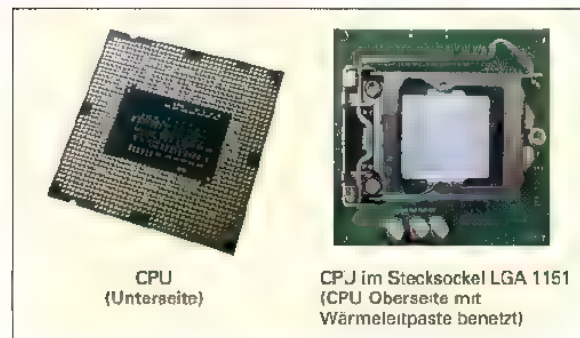
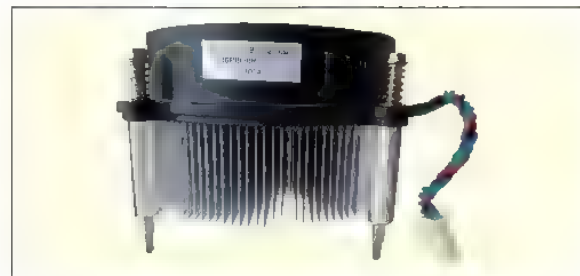

Bild 1: Mikroprozessor (CPU)
Bild 2: Kühler für Mikroprozessor
Der Mikroprozessor (**Bild 1**) ist die Steuerzentrale des Computers, darum wird er auch als Central Processing Unit (CPU) bezeichnet. Er wird von einem Takt angetrieben. Je höher die Taktfrequenz desto schneller bearbeitet die CPU die Befehle eines Programms. Es ist jedoch nicht alleine von der CPU abhängig, wie schnell der gesamte Computer arbeitet, weil die CPU auch mit anderen Komponenten, z. B. dem Chipsatz und dem Arbeitsspeicher (RAM), zusammenarbeitet.
1. Warum ist die Sockelart, z. B. LGA 1151 (**Bild 1**), bei einem Mikroprozessor ein wichtiges Auswahlkriterium?
2. Warum wird zwischen CPU (**Bild 1**) und Kühler (**Bild 2**) eine Wärmeleitpaste aufgetragen?